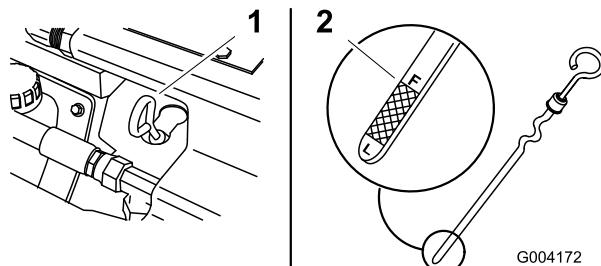

Рисунок 15
4. Очистите область вокруг отверстия для измерительного щупа (Рисунок 15).
5. Вытяните масломерный щуп и вытрите металлический конец начисто (Рисунок 15).
6. Вставьте щуп в масломерную трубку до упора (Рисунок 15).